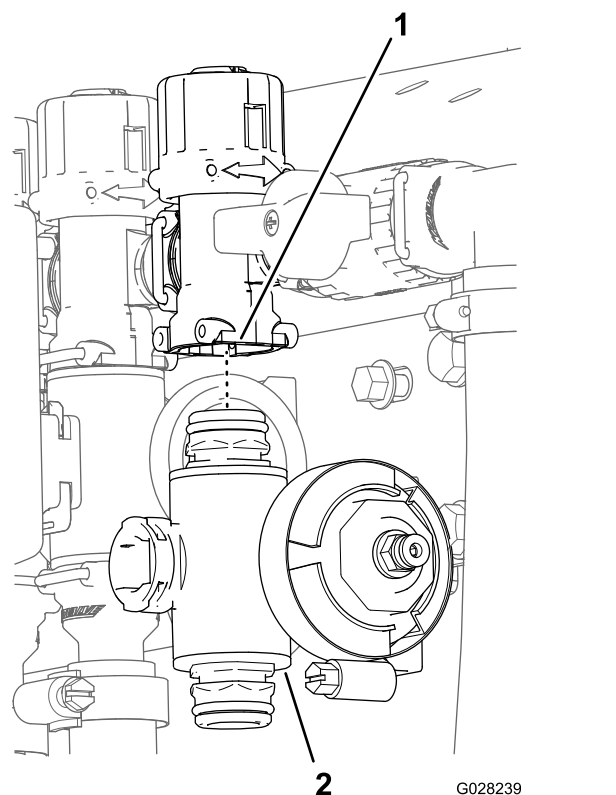

Figura 138
3. Retire o coletor da válvula de secção da máquina (Figura 138).